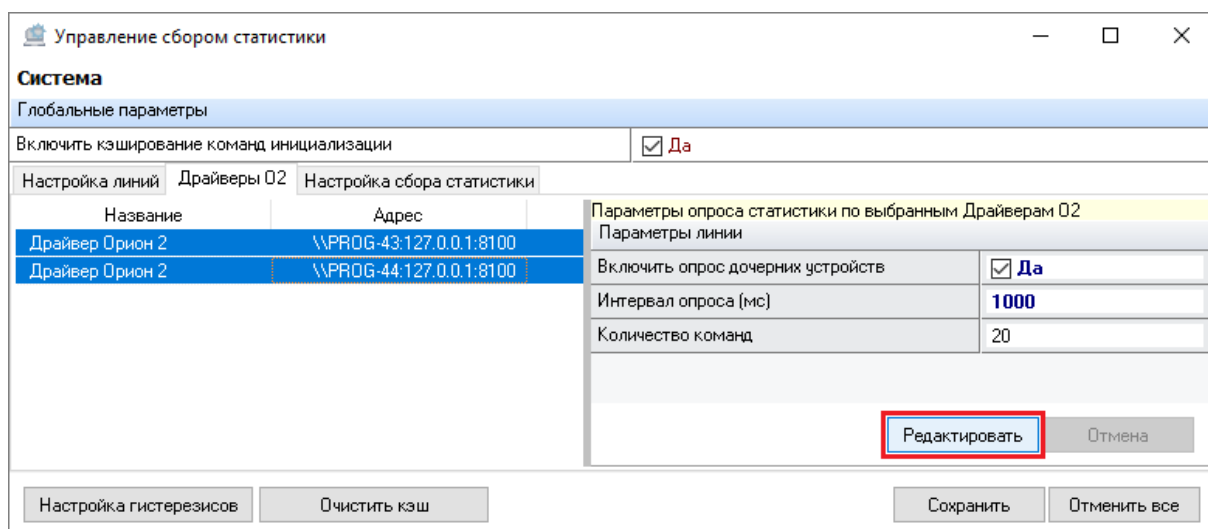

Рисунок 6-222 Переход к редактированию параметров опроса статистики для выбранных Драйверов Орион 2
- 2) нажмите кнопку «Редактировать» в области «Параметры опроса статистики выбранных Драйверов Орион 2» (см. Рисунок 6-222) для перехода в режим редактирования параметров опроса статистики для выбранных линий;